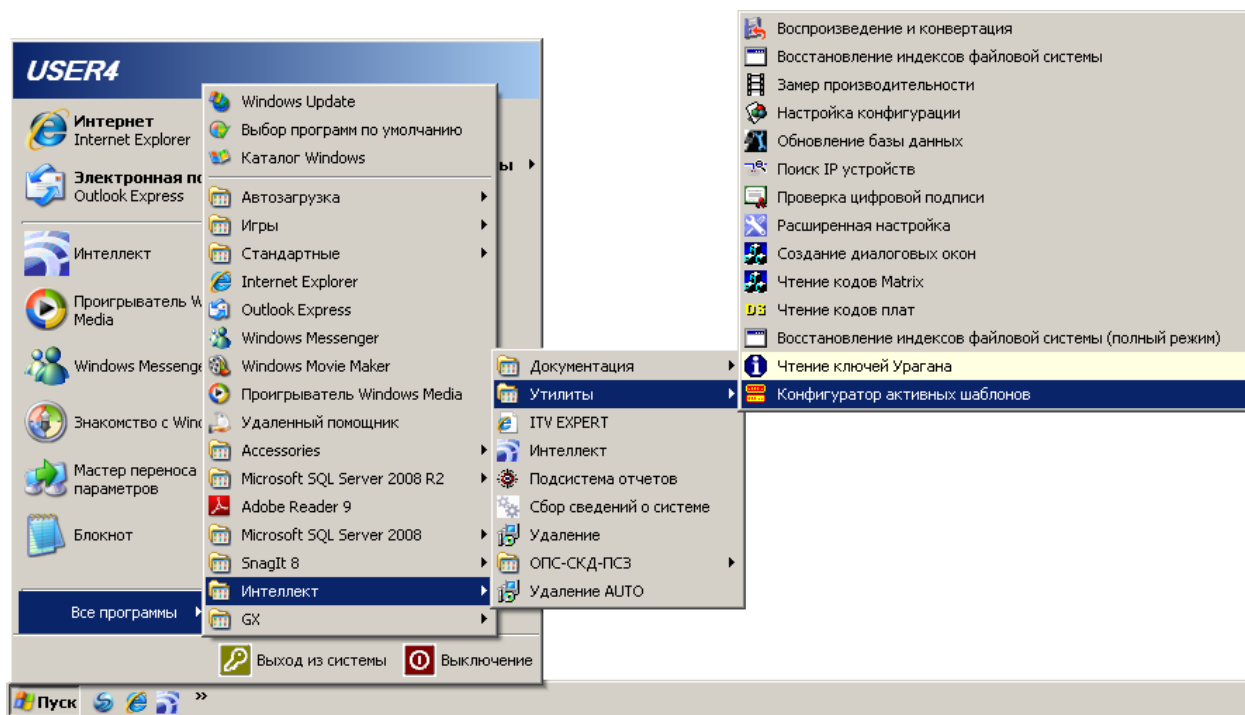

Рис. 13.3—1 Запуск утилиты PatCfgr.exe
1. Из меню «Пуск». Утилита PatCfgr.exe доступна из меню «Пуск» => «Интеллект» => «Утилиты» => «Конфигуратор активных шаблонов» (Рис. 13.3—1).